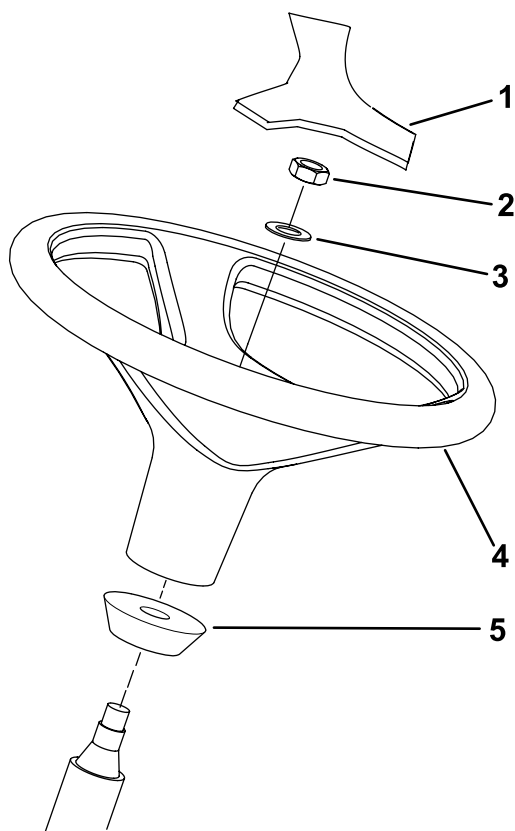

Figura 14
1. Retire o volante do patim de envio (Figura 14).
**Nota:** Certifique-se de que o anel de esponja se mantém no eixo da direção (Figura 14).
3. Encaixe o volante e anilha na coluna de direção (Figura 14).
5. Monte a tampa no volante (Figura 14).